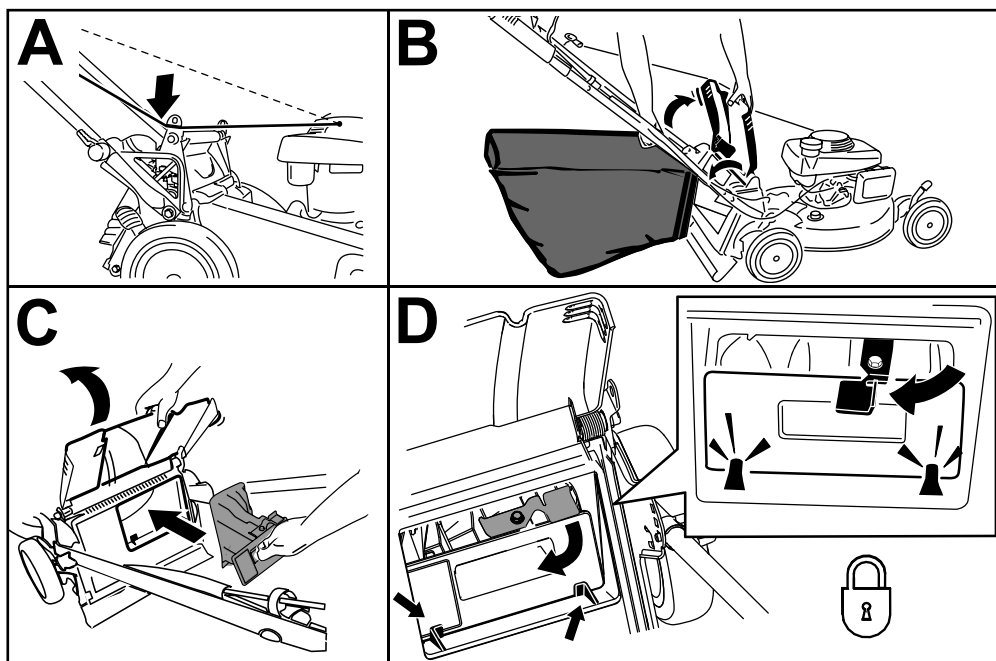

Figure 19
1. Faites passer le câble du lanceur autour du guide inférieur (encadré A de la Figure 19).
2. Relevez et maintenez le déflecteur arrière dans cette position, puis soulevez le bac à herbe par la poignée pour le dégager des crans des supports de poignée (encadré B de la Figure 19).
3. Installez l'obturateur arrière (encadré C de la Figure 19).
Important: Vérifiez que l'obturateur arrière est verrouillé en place. Pour verrouiller l'obturateur, appuyez fermement dessus jusqu'à ce qu'il s'enclenche en position derrière les pattes, et tournez le levier situé sur l'obturateur vers la gauche (encadré D de la Figure 19).